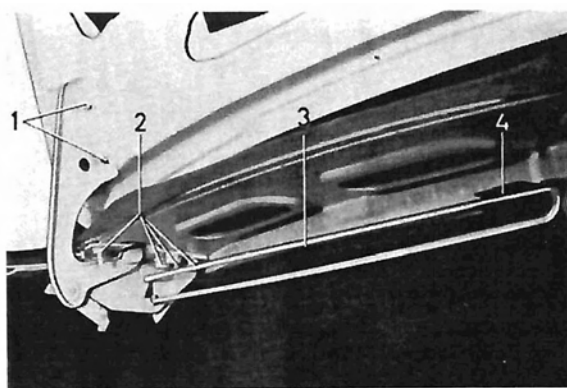

Abb. 34 Aufhängung des Kofferraumdeckels
Der Kofferraumdeckel ist an zwei Scharnieren aufgehängt. Jedes Scharnier ist mit zwei Schrauben (1, Abb. 34) am Innenblech des Kofferraumdeckels sowie mit einer Mutter und drei Schrauben (2) am Karosserieblech befestigt.